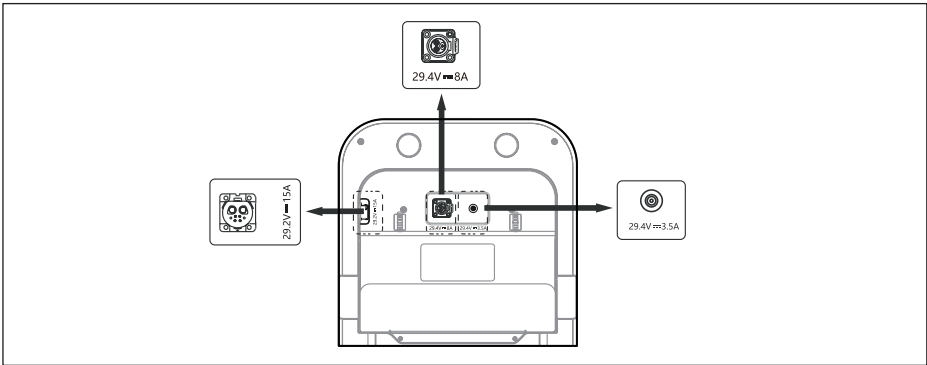

Figura 1
1. Conecte el adaptador de corriente a la interfaz etiquetada en la estación de carga que coincida con su modelo específico (véase la Figura 1). Conecte un solo adaptador. No conecte dos o más adaptadores al mismo tiempo.